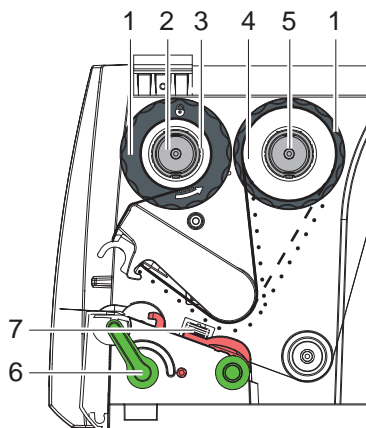

Fig. 12 Transferfoliekørsel
5. Kantstyrets position på oprulleren skal tilpasses til foliekernens bredde (3) hvorefter foliekernen skal skydes på oprulleren (2).
6. Før transferfolie gennem printenheden som vist i fig. 12.
► Før transferfolien hen over etiktføleren (7).
7. Fastgør starten af folien med klæbestrimmel midt på transferfoliekernen (3). Vær opmærksom på oprullerens rotationsretning mod uret.
8. Drej oprulleren (2) mod uret for at udglatte foliens forløb.
9. Drej hovedvinklen nedad og drej armen (6) med uret for at låse printhovedet.